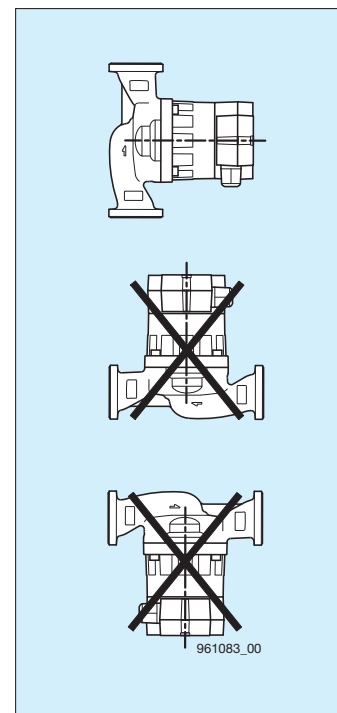

Рис. 4: Установка насоса
Коэффициенты согласно рис. 4:
- Насос должен быть установлен таким образом, чтобы вал двигателя сохранял горизонтальное положение вне зависимости от положения корпуса насоса (рис. 4)